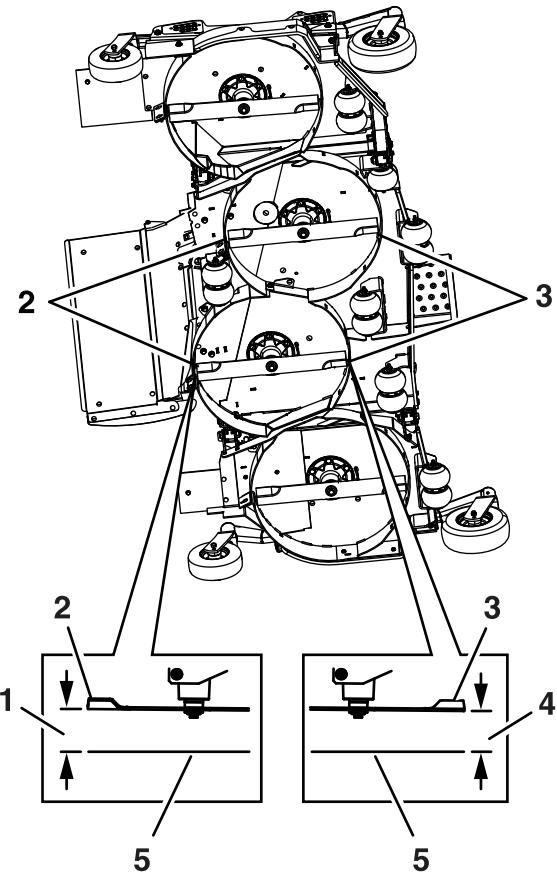

Figura 72
10. Mida desde la superficie nivelada hasta la punta delantera de las cuchillas derecha e izquierda de la carcasa central (Figura 72).